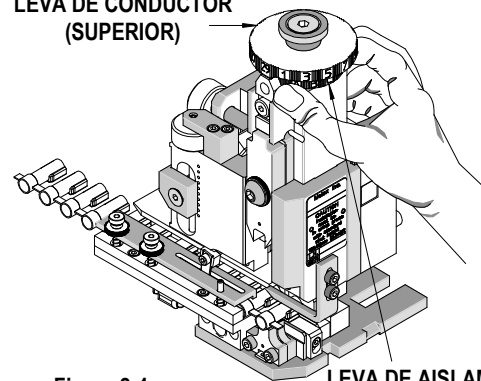

Figura 2-4
5. Para lograr la altura deseada de engarzado, se debe girar la leva de ajuste del conductor. Véase la figura 2-4. Hay catorce posiciones de leva, con incrementos de 0.015 mm (0.0006") entre las posiciones (un ajuste total de 0.45mm). La posición "A" produce la altura de engarzado de mayor holgura (máxima) y la posición "N" es la posición con altura de engarzado más ajustada (mínima). Si la altura de engarzado no se encuentra dentro de las especificaciones, gire la leva de ajuste,